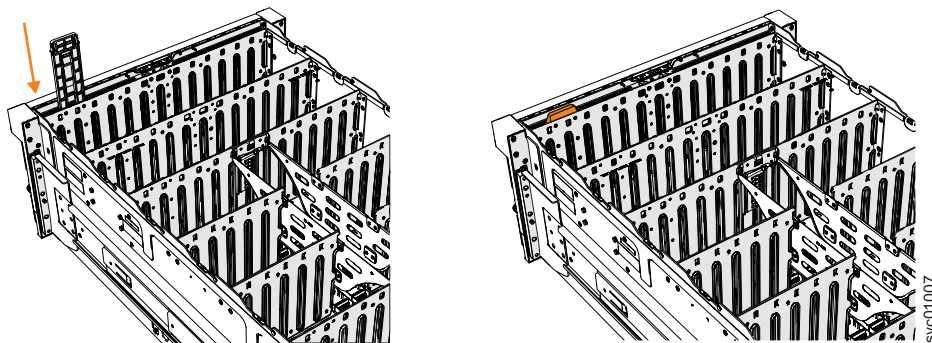

Figure 131. Installation du panneau d'affichage
2. Alignez soigneusement le panneau d'affichage dans l'emplacement à l'avant du boîtier d'extension, comme indiqué dans la figure 131, à la page 141.